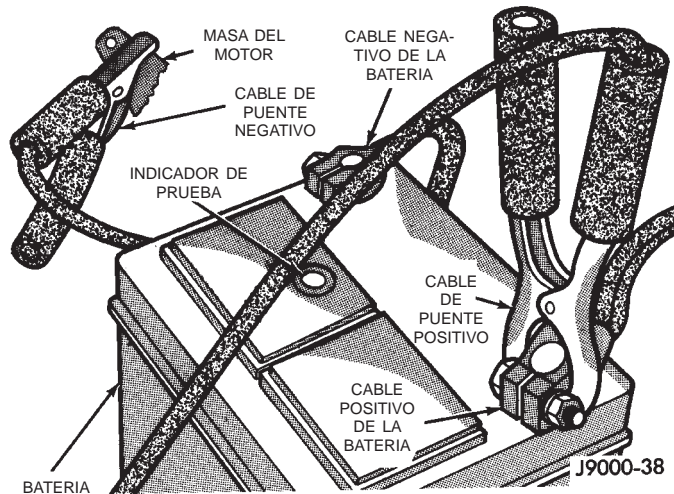

Fig. 1 Conexiones de las abrazaderas de los cables de puente
(2) Cuando utilice otro vehículo como fuente auxiliar, aparque el vehículo auxiliar dentro del radio de alcance de los cables. Apague todos los accesorios, aplique el freno de estacionamiento, coloque la transmisión automática en PARK (estacionamiento) o la transmisión manual en NEUTRAL (punto muerto) y coloque el interruptor de encendido en posición OFF.
(3) En el vehículo averiado, coloque el selector de cambios en posición de estacionamiento o punto muerto y aplique el freno de estacionamiento. Apague todos los accesorios.
(4) Conecte los cables de puente a la batería auxiliar. La abrazadera ROJA al terminal positivo (+). La abrazadera NEGRA al terminal negativo (-). NO permita que las abrazaderas del extremo opuesto de los cables se toquen, ya que podría producirse una descarga eléctrica. Acate todas las advertencias para este procedimiento.
(5) En el vehículo averiado, conecte la abrazadera ROJA del cable de puente al terminal positivo (+). Conecte la abrazadera NEGRA del cable de puente a masa del motor tan cerca como sea posible al punto de fijación del cable de masa (Fig. 1).
(6) Ponga en marcha el motor del vehículo que dispone de la batería auxiliar, déjelo al ralenti durante unos minutos y, a continuación, ponga en marcha el motor del vehículo con la batería descargada.